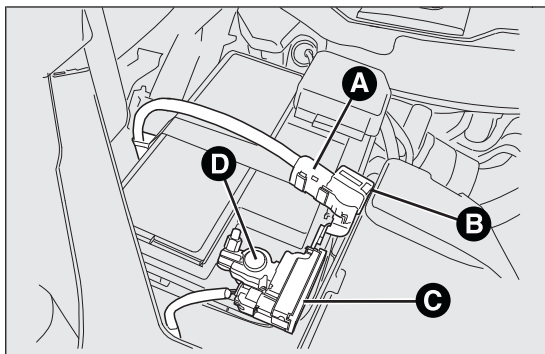

fig. 129
- ☐ Desconectar el conector A fig. 129 (pulsando el botón B) del sensor C de control del estado de carga de la batería, instalado en el borne negativo D de la misma batería;
- ☐ después de desconectar el cargador, volver a conectar el conector A al sensor C como se muestra en la fig. 129.